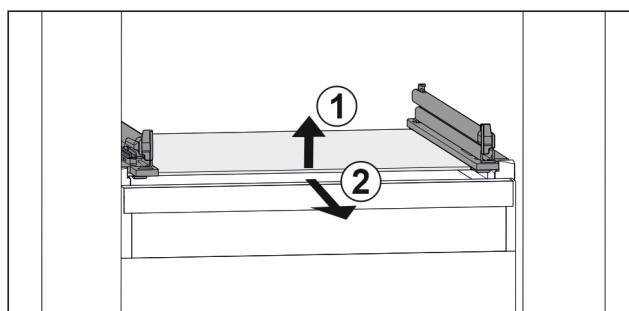

Fig. 26 Klaasplaadi näitlik kujutis
- ▶ Tõstke klaasplaat eest üles. Fig. 26 (1)
- ▶ Võtke klaasplaat ettepoole välja. Fig. 26 (2)